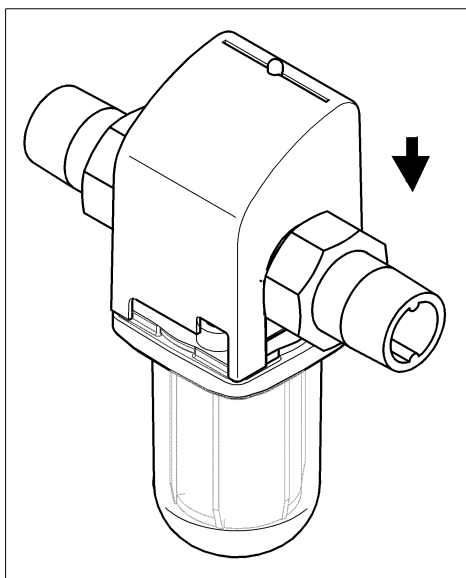

Abb. 7:
- 9 Flanschabdeckung wieder aufsetzen (Abb. 7).